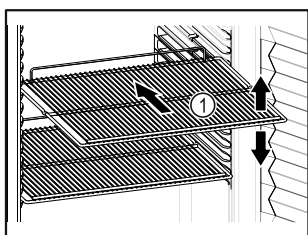

Fig. 86 Primjer izgleda
- Ako su rešetke za polaganje Fig. 86 (1) pomične, prilagodite ih po visini.